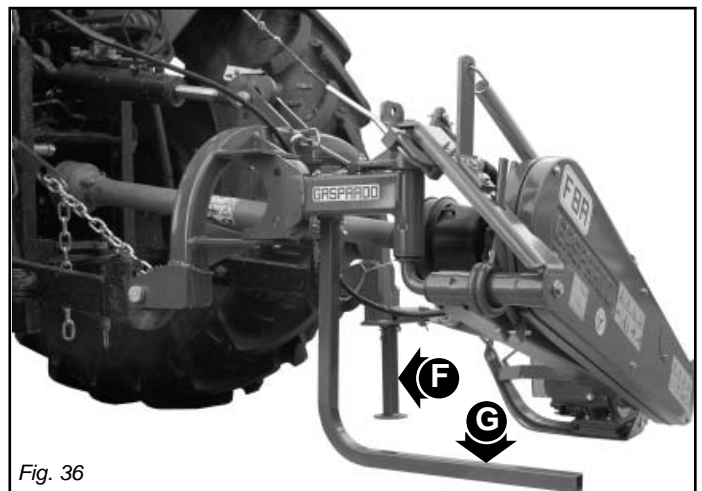

Fig. 36
- **Por último, guardarla en un ambiente seco, en modo estable, y lejos del alcance de personal no autorizado. La segadora debe estar en un terreno plano y compacto sostenida con los relativos pilares de sostén (F-G, Fig. 36).**